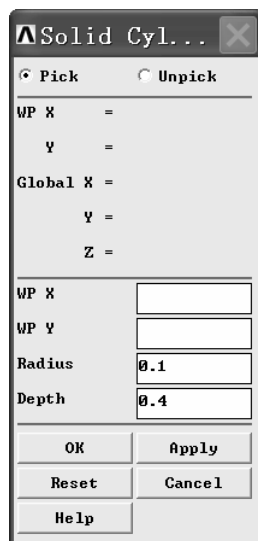
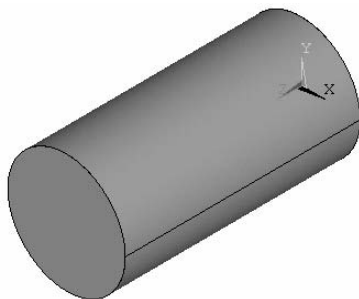

图 2-95 “Solid Cyl...” 窗口 (1)
图 2-96 生成一个圆柱体
(1) 依次选择 Main Menu>Preprocessor>Modeling>Create>Volumes>Cylinder>Solid Cylinder, 弹出 “Solid Cyl...” 窗口 (见图 2-95)。在 “Radius” 后输入 “0.1”, 在 “Depth” 后输入 “0.4”。再单击 “Apply” 按钮, 生成一个圆柱体 (见图 2-96), 同时再次弹出 “Solid Cyl...” 窗口。